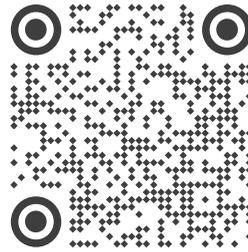

Рис. 1. Руководство пользователя и приложение для настройки
- Установите нужную величину тока при помощи контроллера NFC (рекомендуется использовать контроллер FEIG CPR30+) и приложения Arlight Configurator для смартфона под управлением Android или для ПК. Воспользуйтесь QR-кодом (рис. 1) для скачивания приложения Arlight Configurator и ознакомления с руководством пользователя.